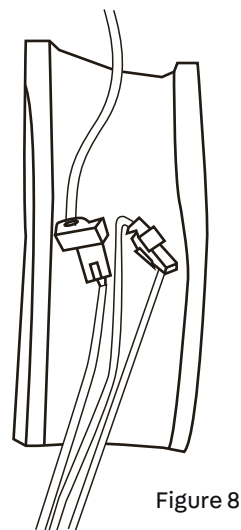

Figure 8
3. Connectez les fils des unités intérieure et extérieure, voir Figure 8.